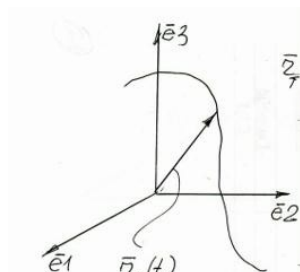

Рис.63
- Предварительно следовало бы напомнить, что в *геометрическом моделировании* вообще, и в системе NX в частности, используются **векторные параметрические** уравнения кривых. То есть, уравнение кривой записывается для её *радиус-вектора*, который задает любую текущую точку кривой в любой момент времени. Но аргументом выражения является не время, а некий абстрактный скалярный *параметр t* (рис.63).